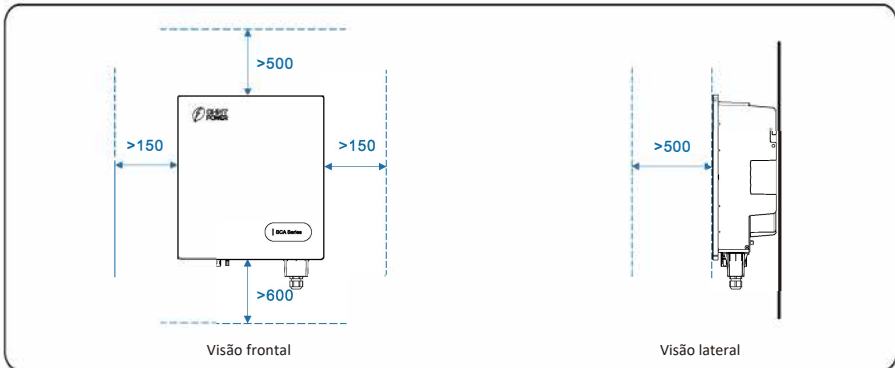

Figura 4.4 Requisitos de Espaço para Instalação (unidade: mm)
- b. Reserve espaço suficiente ao redor do inversor para garantir espaço adequado para instalação e dissipação de calor, conforme mostrado na Figura 4.4.